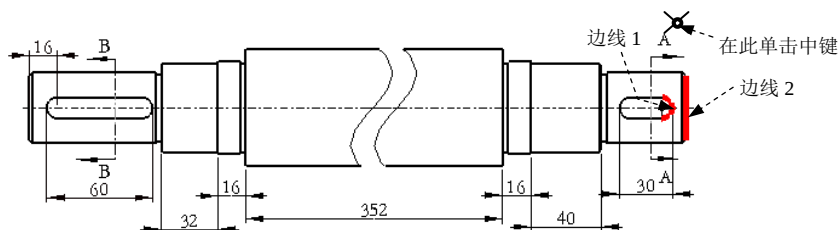
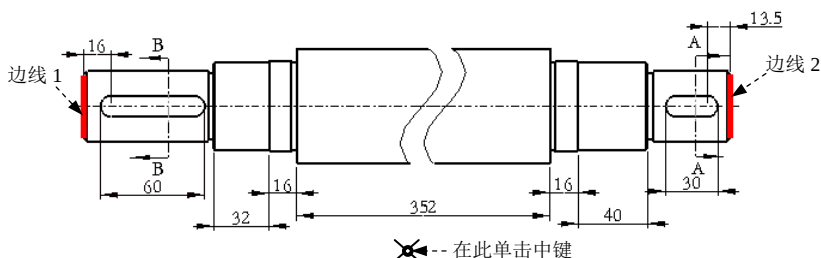
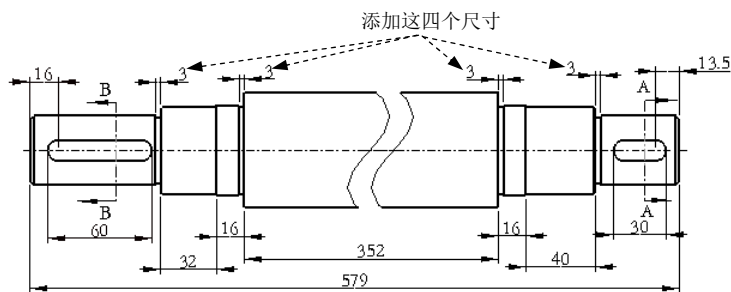

图 5.9.14 定义尺寸标注的参考(七)
图 5.9.15 定义尺寸标注的参考(八)
图 5.9.16 添加尺寸
(6) 添加尺寸(六)。在“选择参考”对话框中单击  按钮, 按住 Ctrl 键, 分别选取图 5.9.13 所示的两条圆弧边线, 然后在图 5.9.13 所示的位置单击中键, 结果如图 5.9.14 所示。
(7) 添加尺寸(七)。在“选择参考”对话框中单击“选择图元”按钮, 按住 Ctrl 键, 分别选取图 5.9.14 所示的边线 1 和边线 2, 在图 5.9.14 所示的位置单击中键, 结果如图 5.9.15 所示。
(8) 添加尺寸(八)。按住 Ctrl 键, 分别选取图 5.9.15 所示的边线 1 和边线 2, 然后在图 5.9.15 所示的位置单击中键, 结果如图 5.9.16 所示。
(9) 添加尺寸(九)。参照以上步骤, 添加图 5.9.16 所示的四个尺寸。